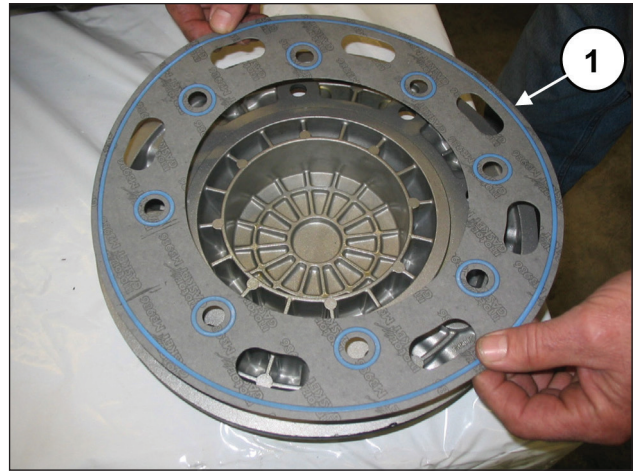
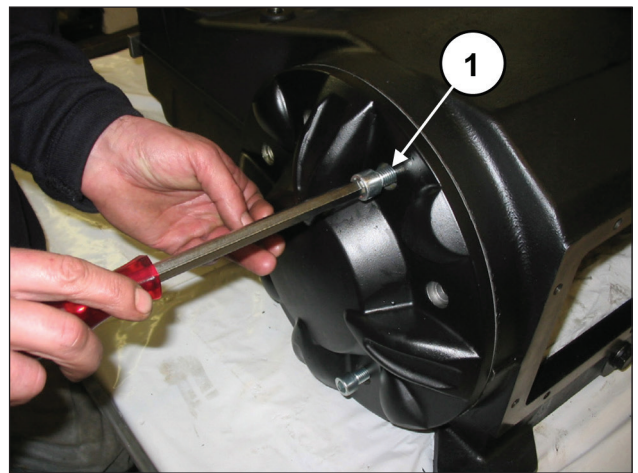

Fig. 86
Fig. 87
Monte a tampa do rolamento (e respectivo vedante) (pos. ①, Fig. 86) com 8 parafusos M12x30 (pos. ①, Fig. 87).